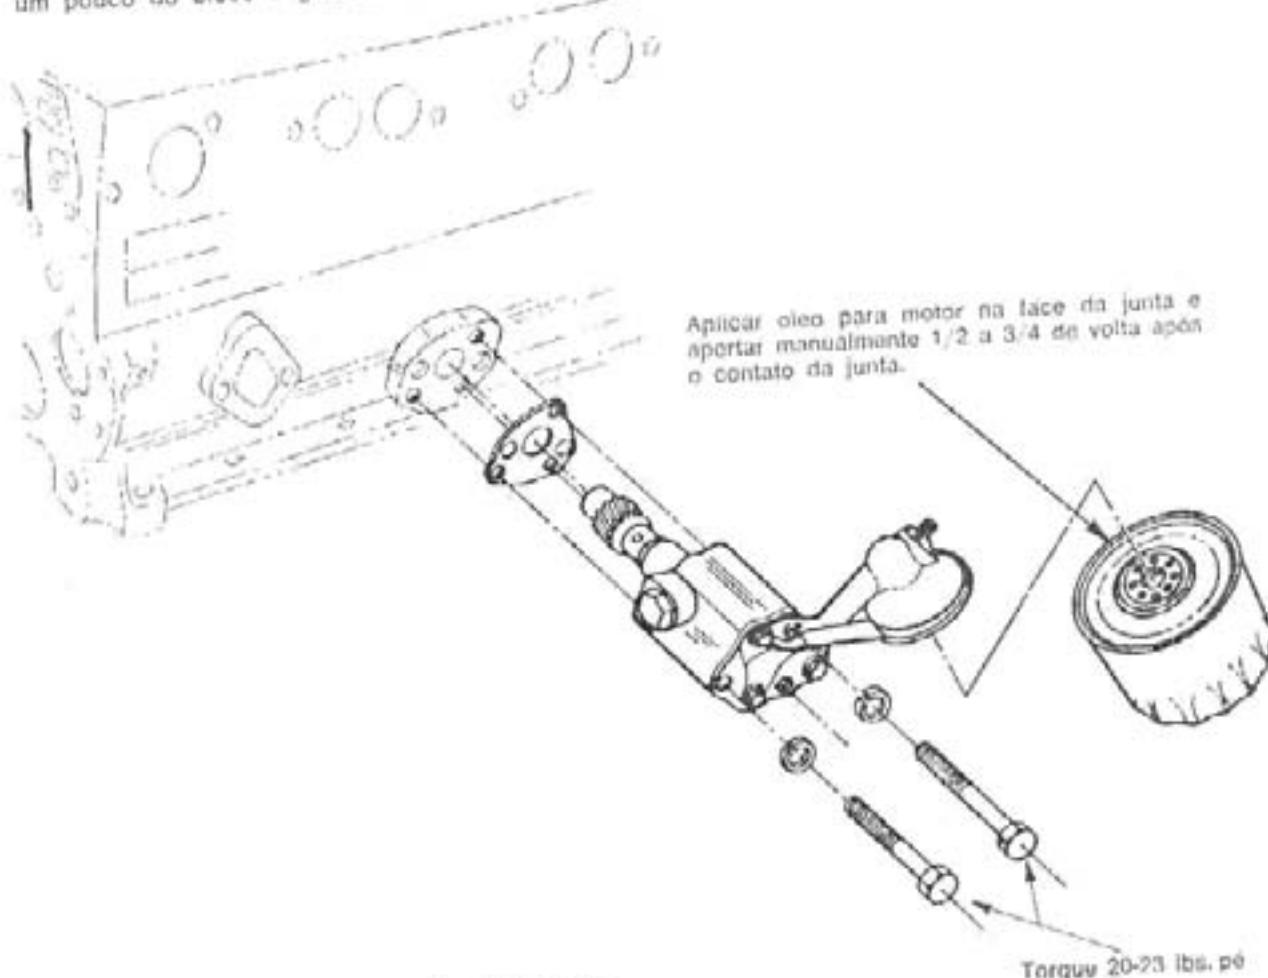

fig. 15 — instalação da bomba e do filtro de óleo
A bomba de óleo (fig. 15) depois de instalada no bloco não deverá alterar a posição do rotor do distribuidor.
- Instalar o filtro de óleo observando as instruções constantes na fig. 15.